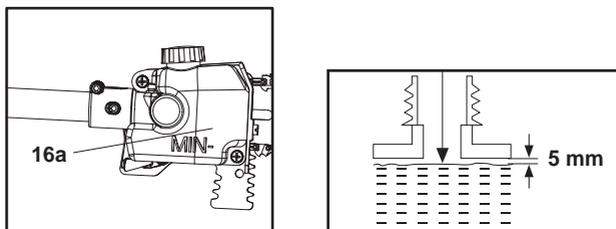

Fig. 17
4. No deje que el nivel de aceite baje de la marca de "MIN" (mínimo) de la mirilla de nivel de aceite (16a), pero tampoco llene el depósito en exceso; deje aproximadamente 5 mm de espacio entre la parte superior del aceite y el borde interior del depósito para permitir que el aceite se expanda (Fig. 17).
5. Compruebe la mirilla de nivel de aceite (16a) antes del arranque y con frecuencia durante el funcionamiento. Reponga aceite cuando el nivel esté cerca de la parte inferior de la mirilla de nivel de aceite (16a) (Fig. 17).
6. Limpie el lubricante derramado con una bayeta suave y vuelva a colocar el tapón del depósito de aceite (16).